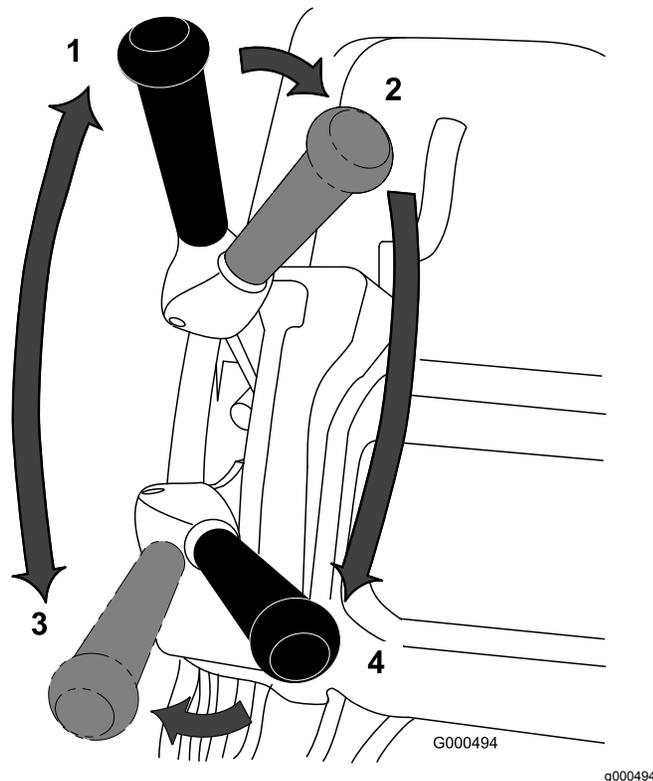

図 30
1. エンジンを始動、スロットルを下げ、ハンドルを押し下げてカッティングユニットを上げ、オペレータコントロールを握り、走行レバーを入にセットして、グリーンのカラ縁に入る 図 30。
2. 走行レバーを解除し、リールレバーを回転側に倒す 図 30。
3. 走行レバーを走行に入れ、スロットルで希望の走行速度に調整しグリーンに入ってリールを下ろし、刈り込み作業を開始する 図 30。